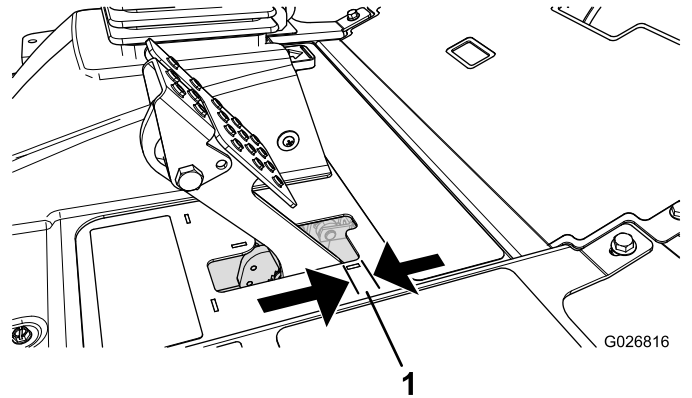

図 71
ブレーキペダルの「遊び」図 71が 2.5cm 以上となったり、強く踏み込まないとブレーキの効きが悪いと感じられるようになったら、調整を行ってください。遊びとは、ブレーキペダルを踏み込んでから抵抗を感じるまでのペダルの行きしろを言います。
2. 後ナットを締めてケーブルを後方に移動させて、ホイールがロックする前のブレーキペダルの遊び図 71が 0.63 1.27cm なるように調整する。